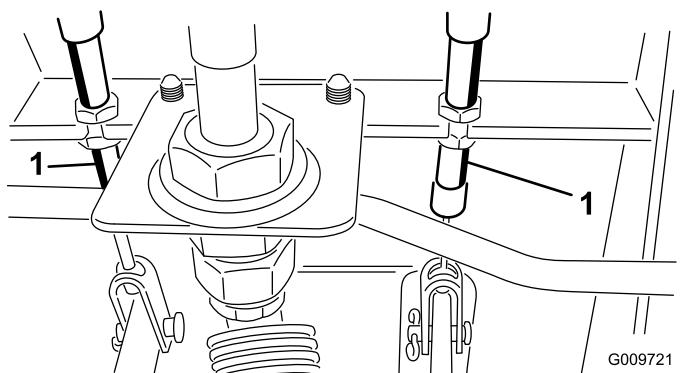

Figure 104
- A. Desserrez l'écrou avant sur l'extrémité fileté du câble de frein (Figure 104).